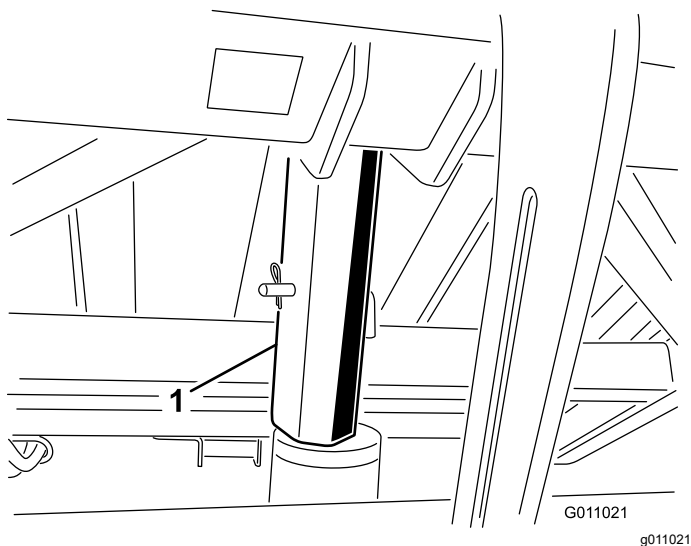

Figure 27
3. Insérez le support de sécurité de la trémie sur la tige du vérin, en prenant soin d'appuyer l'extrémité du support contre le corps du vérin et l'extrémité de la tige du vérin (Figure 27).